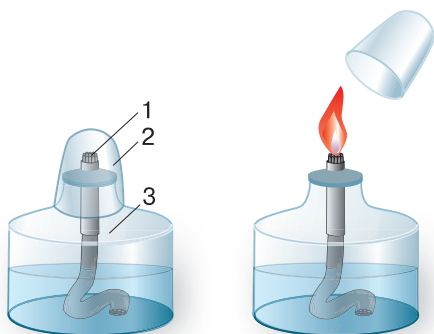

Рис. 5. Спиртовка: 1 — фитиль; 2 — колпачок; 3 — резервуар
2. Приёмы обращения со спиртовкой. Спиртовка состоит из резервуара со спиртом, фитиля, укрепленного в металлической трубке с диском, и колпачка (рис. 5).